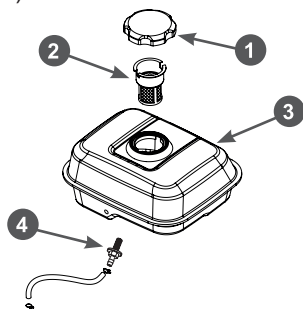

Рис. 29. Топливные фильтры
В топливном баке установлены два сетчатых топливных фильтра. Один фильтр устанавливается в заливной горловине топливного бака. Второй фильтр конструктивно объединен со штуцером топливного бака и установлен внутри бака (Рис. 29).
Топливный фильтр 2, установленный в горловине бака, проверяйте при каждой заправке бака топливом (Рис. 29). При необходимости вынимайте сетчатый
Каждые 300 часов работы или один раз в год в зависимости от того, что наступит раньше, необходимо производить очистку топливного бака от грязи и конденсата. Перед этим рекомендуется полностью выработать топливо. Одновременно с очисткой топливного бака необходимо проверять и очищать фильтр 4, установленный внутри бака (Рис. 29). Поврежденный или сильно загрязненный фильтр необходимо заменить.
3. Выкрутите из топливного бака выходной штуцер 4 и произведите его очистку (Рис. 29). Внимательно осмотрите сетчатый фильтр. При обнаружении механических повреждений замените штуцер топливного бака.